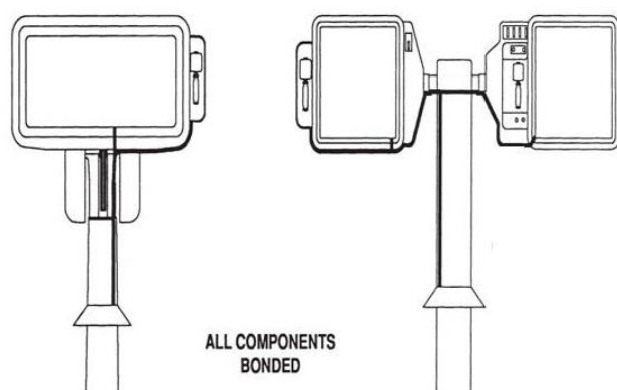

Figura 2
- 1) Todo el material conductor en el extremo de la plataforma de la sección o sistema de pluma aislante deberá estar eléctricamente unido durante la prueba como se muestra en la figura 2.